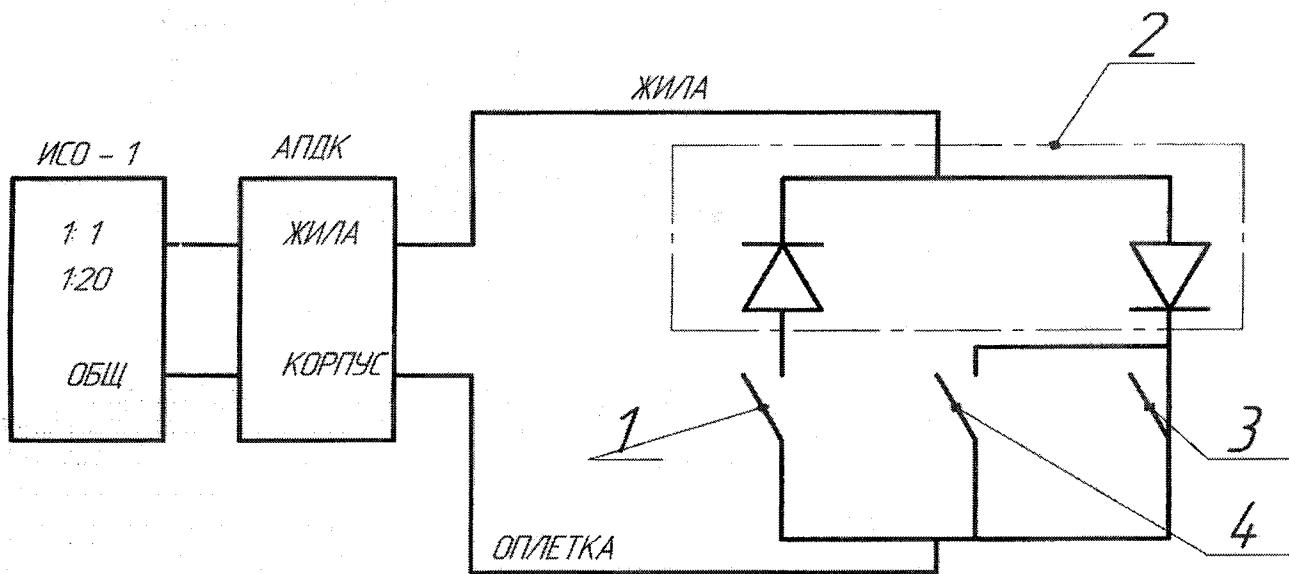

Рис. 12 Подключение диодного делителя
5.2 Прибор выполнен в корпусе для переносного исполнения, в его состав входит одна плата с электронными элементами. Органы индикации и управления расположены на лицевой панели прибора. Адаптер предназначен для работы в составе установки ГР-70 и работает только в комплекте с диодным делителем сигналов. При подключении диодного делителя и адаптера строго соблюдать полярность, приведенную на рис.12.